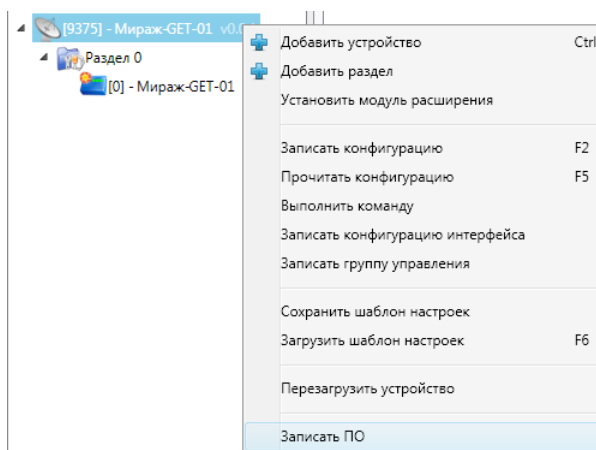

Рис. 9.1. Контекстное меню устройства, выбор функции *Записать ПО*
3. Щелкните правой кнопкой мыши по строке модемного пула в дереве устройств и в появившемся меню выберите *Записать ПО* (рис. 9.1).